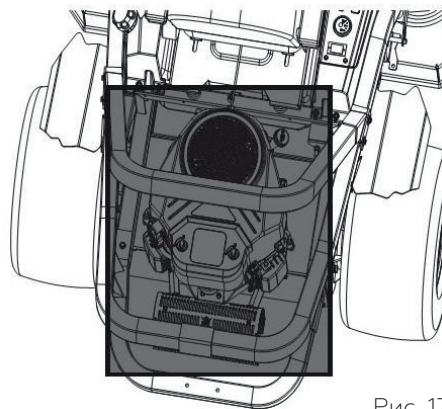

Рис. 17
- Следите за чистотой и отсутствием травы и листьев в отверстиях охлаждения трансмиссии с обеих сторон, выпускного коллектора, поверхности вокруг плавких предохранителей, всей проводки и жгутов проводов, защитного экрана, воздухозаборника двигателя и ребер охлаждения двигателя и т.д. (рис. 17).